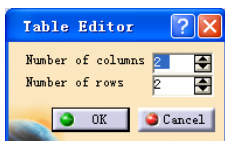

图 6-19
① 单击 按钮,弹出如图 6-19 所示的对话框,要求输入行数和列数。单击 OK 按钮后,在工程图纸的任何位置单击即可生成表格。单击表格并按住鼠标左键不放可以进行移动,双击表格可以对表格进行修改操作。